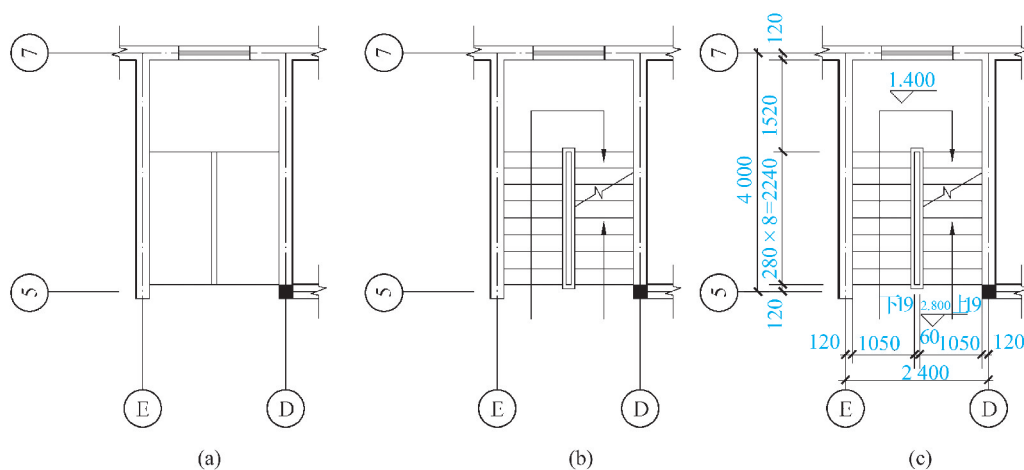

图3 楼梯平面图的画法
(1)根据楼梯间的开间、进深尺寸,画楼梯间定位轴线、墙身以及楼梯段、楼梯平台的投影位置,如图3(a)所示。
(2)用平行线等分楼梯段,画出各踏面的投影,如图3(b)所示。
(4)写出图名、比例、说明文字等,如图3(c)所示。